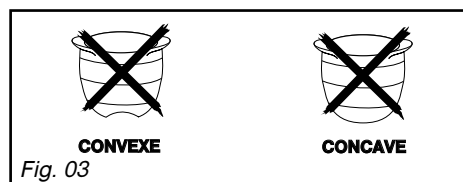

Fig. 03
– N'utilisez pas de récipient à fond concave ou convexe sans le support adéquat (Fig. 03).